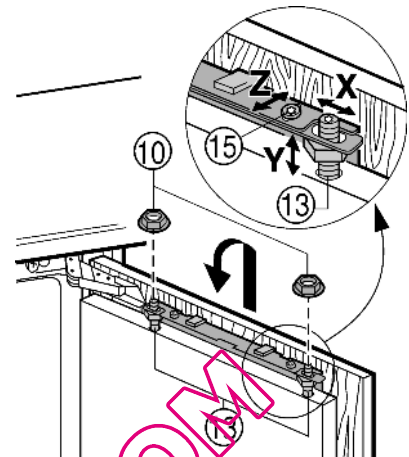

Fig. 16
- ▶ Accrocher la porte du placard sur les boulons d'ajustage Fig. 16 (13), visser légèrement les contre-écrous Fig. 16 (10) sur les boulons d'ajustage.
- ▶ Ajuster la porte du placard à hauteur de Y en l'inclinant sur le côté : régler les boulons d'ajustage Fig. 16 (13) à l'aide d'un tournevis.
- ▶ Serrer les contre-écrous Fig. 16 (10).